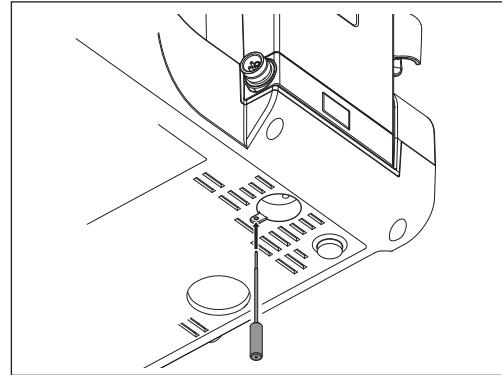

図46
- 1) 付属のロック解除ピンをコントロールユニットの底面にある穴に挿し込み、完全に押し込みロックボタンを解除します（図46）。